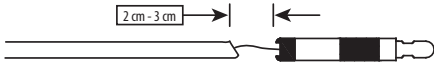

Figura 7
3. Separe suavemente as extremidades proximal e distal do empurrador aberto. Em seguida, sob fluoroscopia, puxe a parte proximal do empurrador de colocação do implante aproximadamente 2-3 cm para confirmar o destaque do implante de acordo com as instruções de utilização (Figura 7).